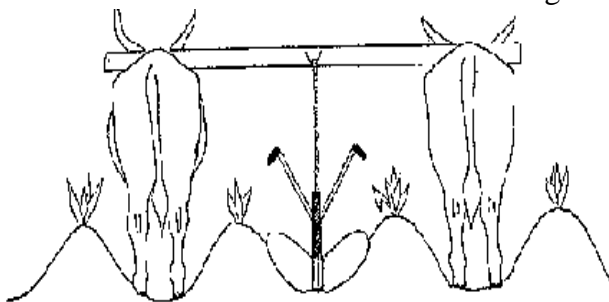
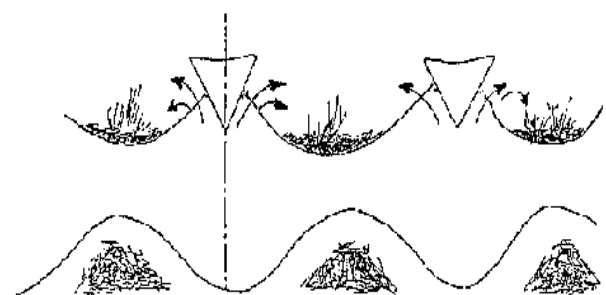

fig 6: Utilizzazione del marcatore
fig 7 :Utilizzazione del marcatore:
- L'assolcatore** (Figura 5): Questo è lo strumento più importante. Viene utilizzato per preparare i solchi. Ideale per coprire i tuberi e radici (Fig. 6), evita il ristagno dell'acqua. Inoltre facilita la sepoltura di materia organica (Fig. 7), semina, raccolta e riduce la diffusione della malattia, erbacce. Quando si coltiva sulle creste, non c'è bisogno di arare dopo la raccolta. Si utilizza il tappo per dividere le vecchie creste e preparare le nuove.